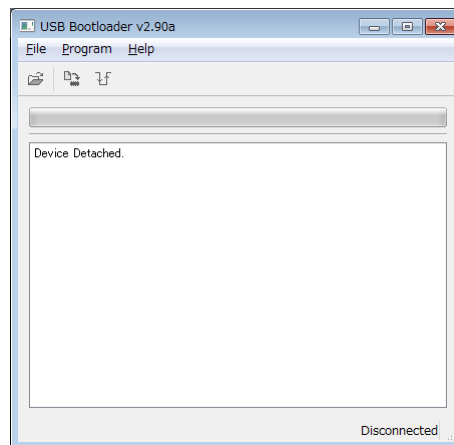

図 8-3 「HIDBootloader (Windows).exe」の起動画面
(4) 制御基板のファームウェアの書き込み
- ① Windows パソコンで動作するファームウェア書き込みアプリケーション「HIDBootloader (Windows).exe」を起動します (図 8-3)。
正常に USB 接続ができ、本演示教具のマイコンを Window パソコン側で認識できたら、図 8-3 の画面に表示されていた「Device Detached」が